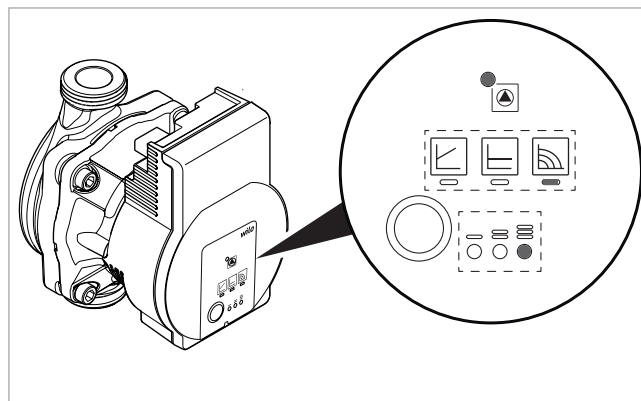

Abb. 123: Grundeinstellung (Konstant-Drehzahl, Kennlinie III)
** Mit dem 9. Tastendruck ist die Grundeinstellung (Konstant-Drehzahl / Kennlinie III, vgl. → Abb. 123) wieder erreicht.